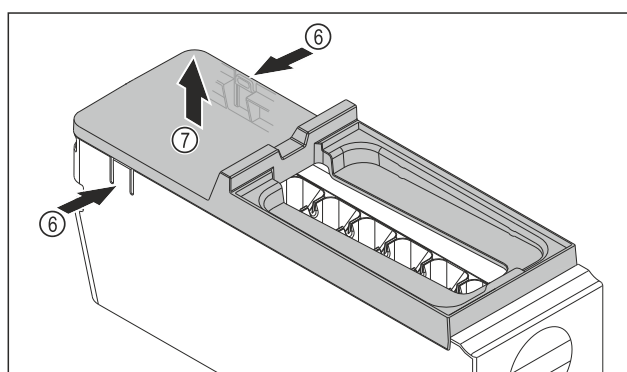

Fig. 80
- ▶ Wyjmowanie osłony korpusu EasyTwist-Ice: Docisnąć jedną ręką nakładki Fig. 80 (6) po obu stronach korpusu EasyTwist-Ice.
- ▶ Drugą ręką wyjąć osłonę Fig. 80 (7) ku górze.